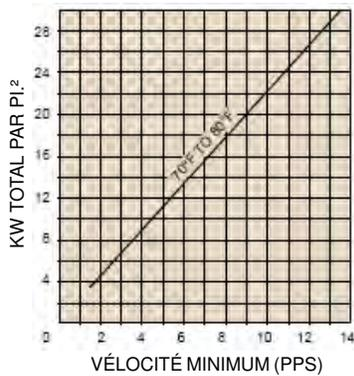

Figure 5 - Vélocities Requises
3.1 Les serpentins électriques à ailettes sont approuvés pour les installations dans des conduits horizontaux. La température d'entrée d'air ne doit pas excéder 77 °F (25 °C) et la puissance ne doit pas excéder 120kW. Des serpentins multiples peuvent être installés en série (cascade) pourvu que la température d'entrée d'air de chacun des serpentins n'excède pas 77 °F (25 °C) et que la vélocité de l'air n'est pas inférieure aux valeurs indiquées à la Figure 5 (verso).